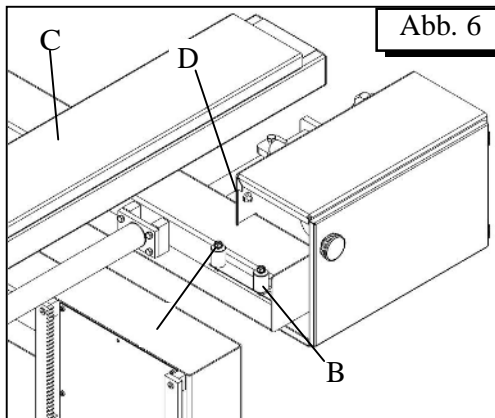

Abb. 6
- Die Muttern A (Abb. 6) lösen und die Scheiben von den Distanzhülsen B entfernen.